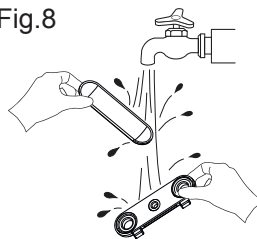

Fig.9
- Poner 100ml de agua limpia en la base (Fig.9)
- Presionar el botón ON/OFF (A)